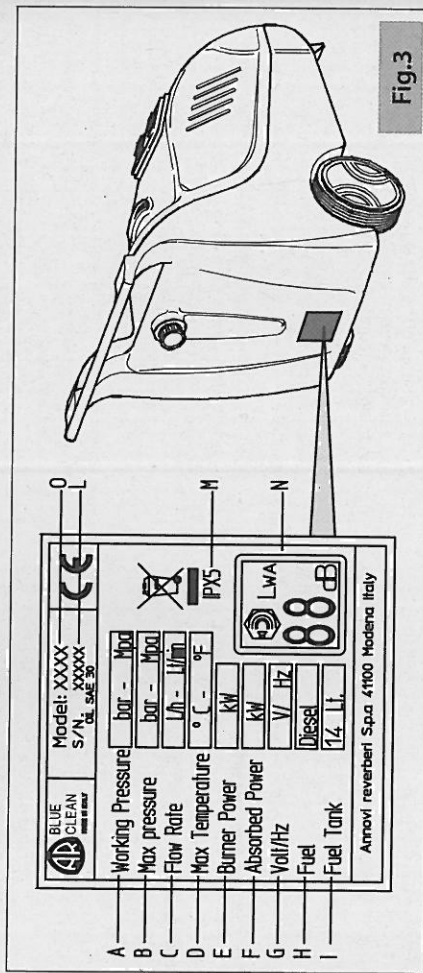

Fig.3
3.3 INSTALLAZIONE (FIG.3)
- Prima di allacciare alla rete la spina dell'idropulitrice accertarsi che la tensione corrisponda a quella riportata sulla targhetta fig.3 pag.5.
- Controllare che la tensione di rete sia uguale alla tensione dell'idropulitrice riportata sulla targhetta di identificazione fig.3 pag.5. Assicurarsi che l'impianto sia dotato di messa a terra ed interruttore differenziale "salvavita".